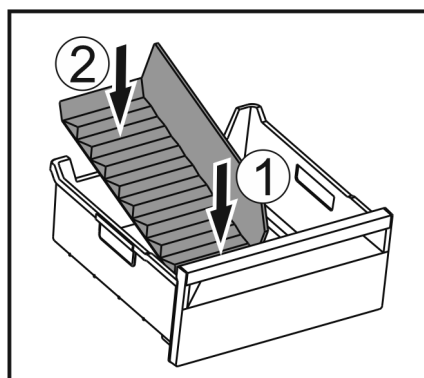

Fig. 187
- Installer la partie avant du séparateur de congélateur. Fig. 187 (1)
- Abaisser la partie arrière du séparateur de congélateur jusqu'au fond du tiroir. Fig. 187 (2)